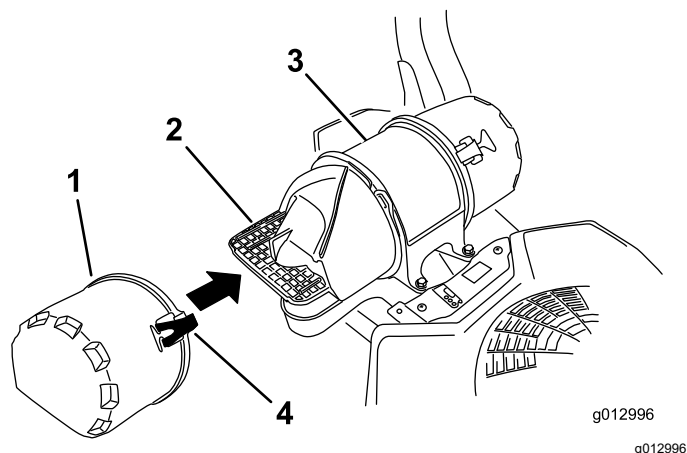

Figura 42
3. Abra los cierres del limpiador de aire y tire de la tapa de la entrada de aire para separarla del cuerpo del limpiador de aire (Figura 42).
5. Instale la tapa de la entrada de aire y sujétela con los enganches (Figura 42).